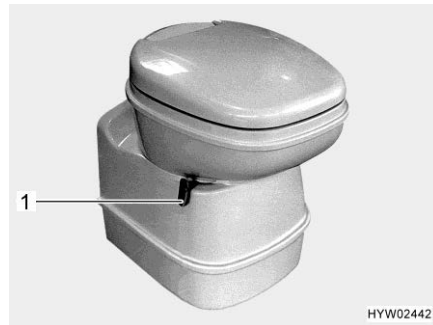
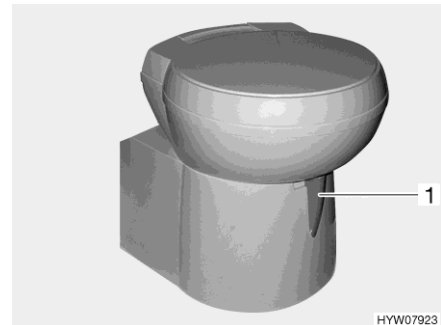

Bild 206 Thetford-Toilettenschüssel, schwenkbar
Bild 207 Thetford-Toilettenschüssel, schwenkbar (Alternative)
- Vor dem Spülen den Schieber der Thetford-Toilette öffnen. Dazu den Schieberhebel (Bild 206,1 bzw. Bild 207,1) entgegen dem Uhrzeigersinn schieben.